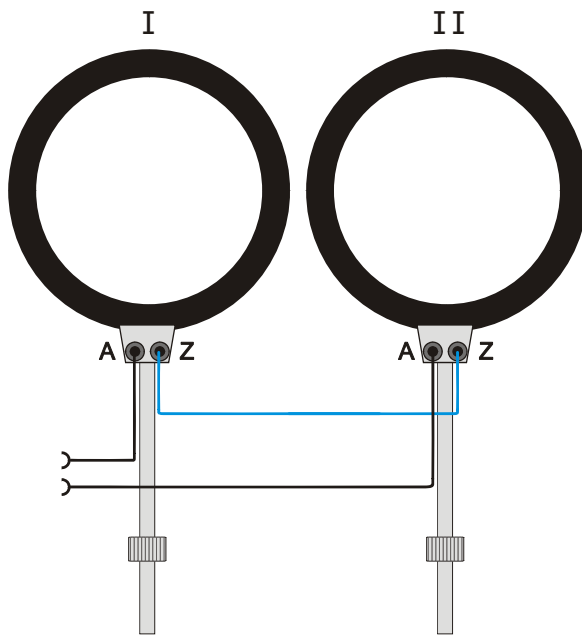

Fig. 1.1 Conexão em série
- No caso de conexão em série, ligar o conector Z da bobina 1 com o conector Z da bobina 2 (ver fig. 1.1).